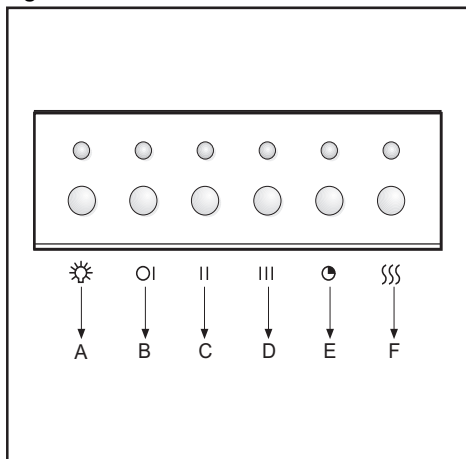

Fig.10
• CONTROLS: ELECTRONIC (fig.10)